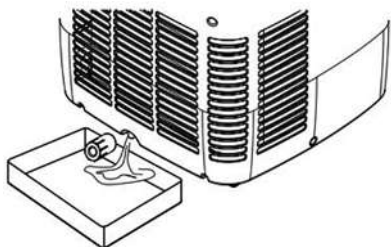

Abb. 1
(10) und lassen Sie das Wasser in einen Behälter ablaufen. (Abb. 1) Lassen Sie zur Trocknung der Spirale den Ventilatormodus für einige Stunden laufen, um Schimmel zu vermeiden.